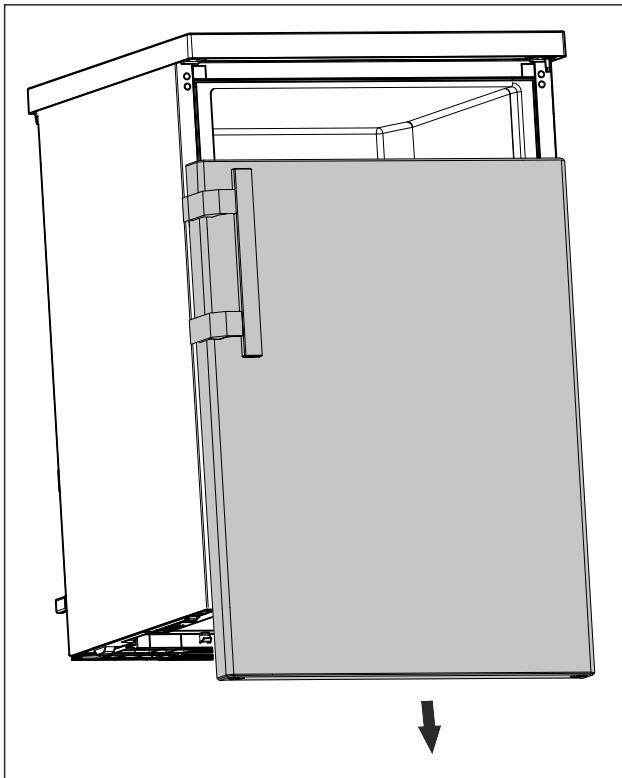

Fig. 12
- ▶ Снимите дверь движением вниз. (см. Fig. 12)